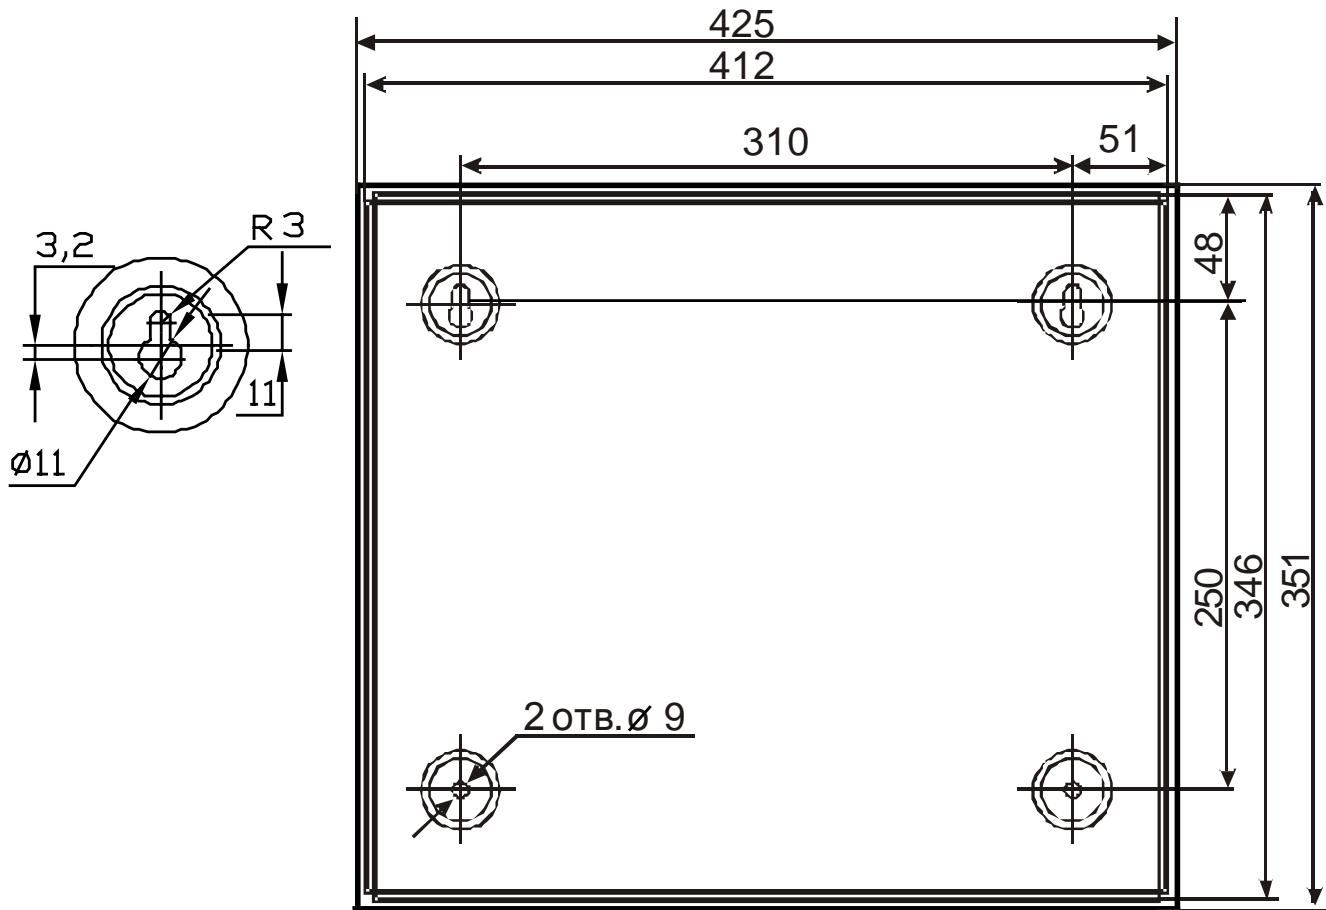

Рис. 9 Присоединительные размеры ИБП 1200А/2400А
- 6.4.1. На месте установки ИБП крепится к стене или других конструкциях в вертикальном положении. При установке необходимо следить за тем, чтобы не были закрыты вентиляционные отверстия другими устройствами или блоками. Присоединительные размеры ИБП приведены на Рис. 9.